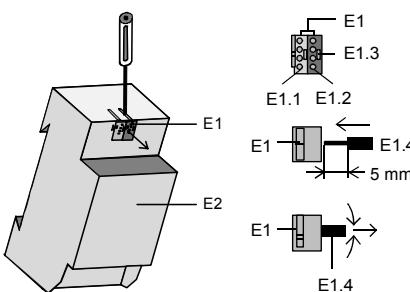

Bild 2: Leitung anschliessen und abklemmen
**Busklemme abziehen (Bild 2)**
**Anschliessen der Busleitung (Bild 2)**
**Abklemmen der Busleitung (Bild 2)**